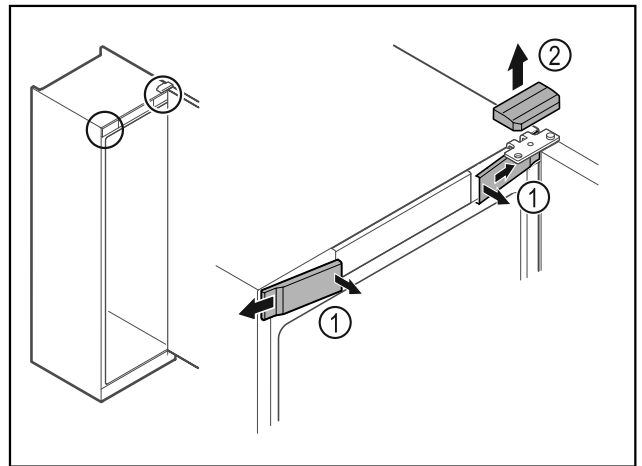

Fig. 15
- ▶ Звільніть передні кришки Fig. 15 (1) всередині від фіксатора та поверніть убік.
- ▶ Зніміть верхню кришку Fig. 15 (2) вгору.